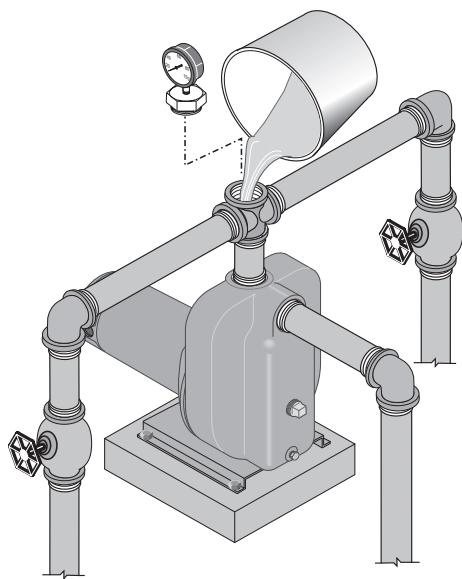

FIGURE 9 – RETIRER LE BOUCHON D'AMORÇAGE ET REMPLIR LA POMPE AVANT DE LA METTRE EN MARCHE
2. Retirez le bouchon d'amorçage. Remplissez la pompe et le tuyau d'aspiration d'eau (figure 9). NE FAITES JAMAIS fonctionner la pompe à sec. Le fonctionnement à sec de la pompe endommagera les joints et peut faire fondre l'impulseur et le diffuseur. Assurez-vous que les orifices de refoulement (soupape, poignée pistolet d'arrosage, etc.) sont ouverts lorsque la pompe fonctionne.